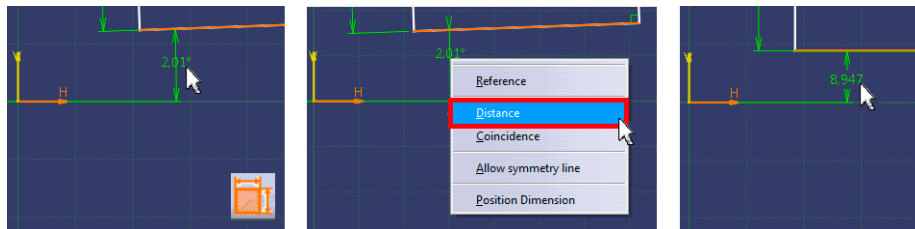

Bild 4.14 Anbindung an das Hauptkoordinatensystem
5. Sketch im Raum positionieren: Nachdem das Rechteck nun formstabil ist, muss es zur exakten Definition nur noch im Raum ausgerichtet werden. Dazu ist eine Anbindung an das Hauptkoordinatensystem notwendig. Zur Positionierung werden auch hier *Constraints (Zwangsbedingungen)* verwendet. Um numerisch stabil zu bleiben, wird das Profil zwar in die Nähe, aber bewusst neben das Hauptachsenkreuz gebracht. Demnach wird der Abstand zwischen Profil und Hauptachsenkreuz im Verhältnis zu den Profilabmessungen gewählt. Selektieren Sie die Funktion *Constraint (Bedingung)* und wählen Sie die untere kurze Kante des Rechtecks an. Als zweite Referenz wählen Sie die Horizontale des gelben Hauptachsenkreuzes. Aufgrund der intelligenten Bemaßung schlägt das Programm einen Winkel vor. Um die Bedingung in eine Abstandsbemaßung zu zwingen, öffnen Sie mit der rechten Maustaste das Kontextmenü und wählen den Menüpunkt *Distance (Abstand)*. Das Profil richtet sich parallel zum Hauptkoordinatensystem aus und Sie können die Abstandsbemaßung im Raum absetzen (Bild 4.14).